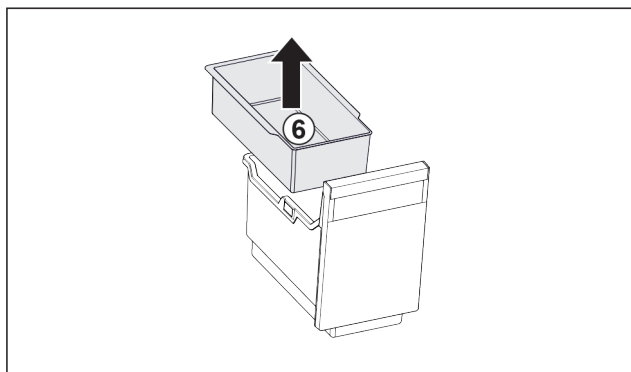

Fig. 34
- ▶ Tag holderen i døren Fig. 34 (6) ud.